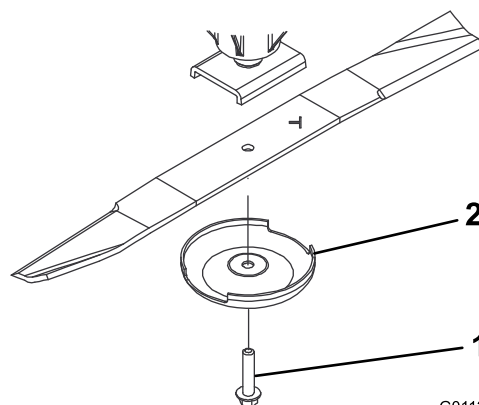

Figura 3
2. Retire o parafuso da lâmina, o recipiente antidanos e lâmina do eixo (Figura 3).